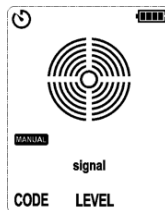

Abbildung 9.2.1b Manueller Modus
1. Schalten Sie den Empfänger ein und schalten Sie ihn dann in den manuellen Modus (Standardempfindlichkeit: 6), wie in Abbildung 9.2.1b dargestellt.